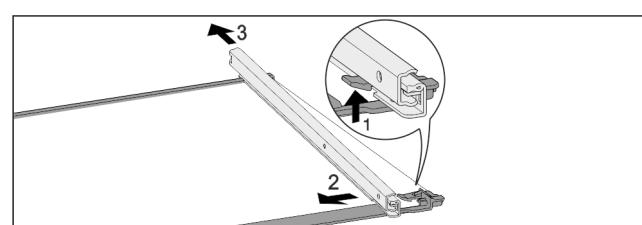

Fig. 124 Tablette en verre avec rails
- ▶ Pousser le crochet d'enclenchement avant vers le bas. Fig. 124 (1)
- ▶ Pousser le rail télescopique vers le côté Fig. 124 (2) et vers l'arrière Fig. 124 (3).